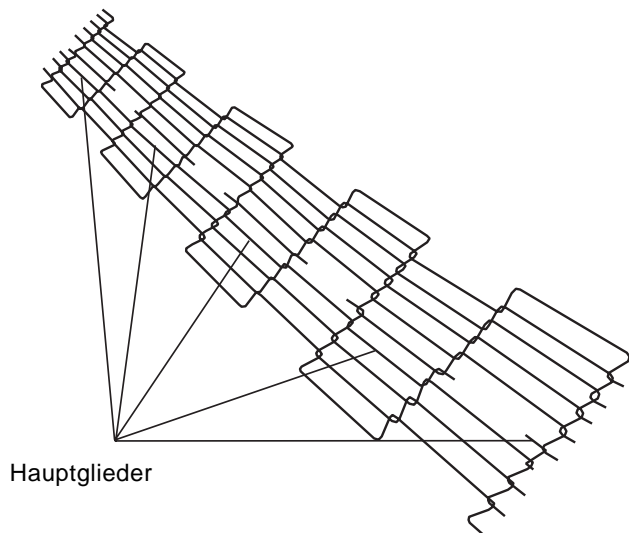

Abbildung 4-27.
1. Mit der Hilfe langer Zangen, können Sie ein vollständiges Bindeglied entfernen, wobei sich der Förderer innerhalb oder außerhalb des Ofens befinden kann. Bringen Sie die Hauptglieder ans Ende des Förderer, sowie der Abbildung 4-27 zu entnehmen ist.